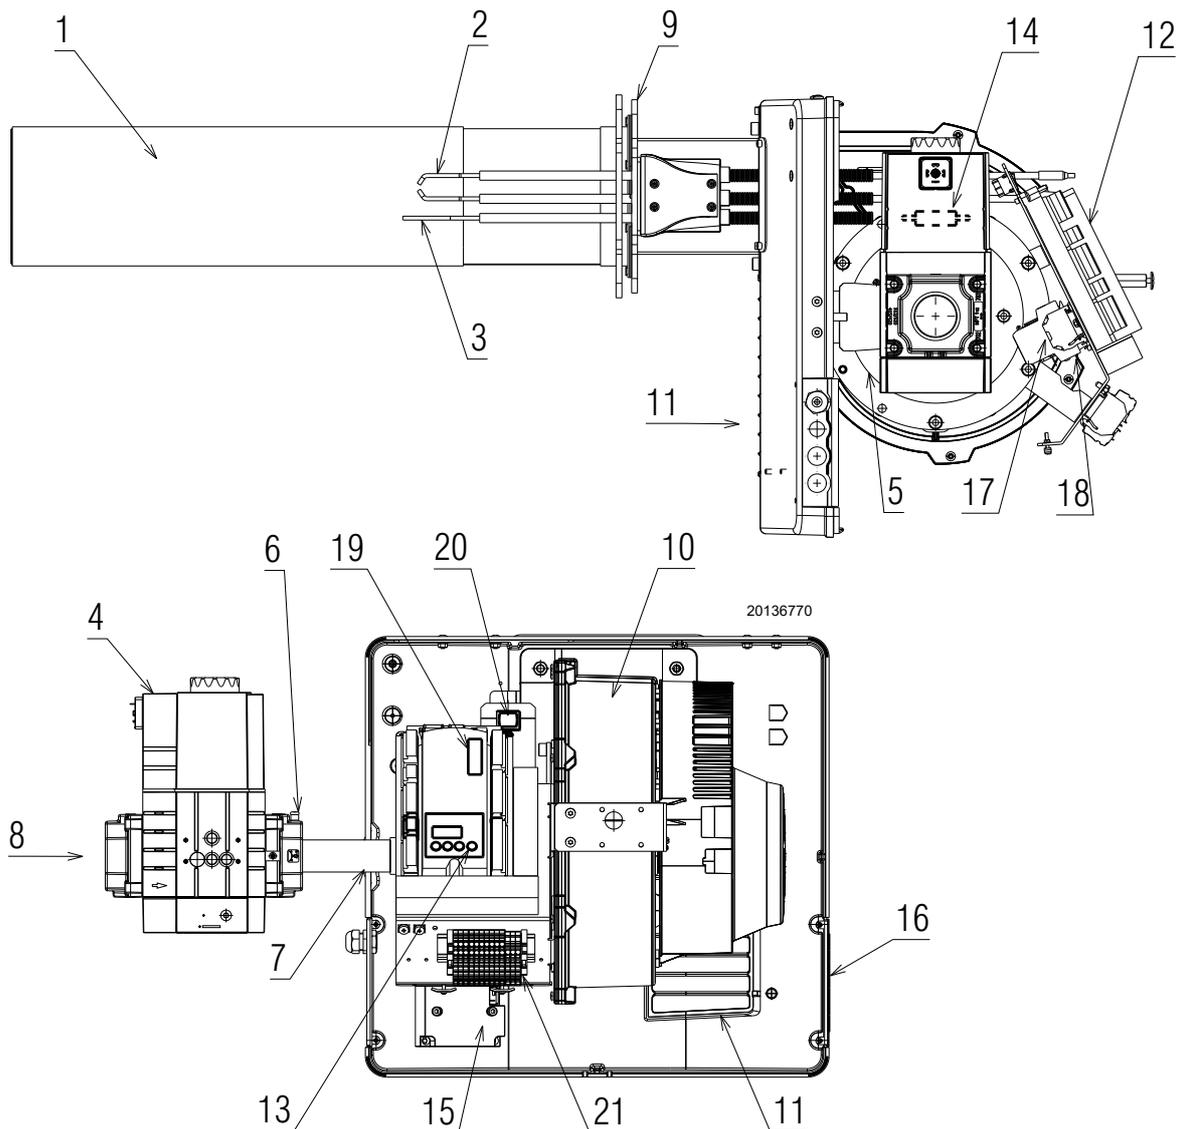

Fig. 3
- (1) Conditions de référence: Température ambiante 20° C - Température de gaz 15° C - Pression barométrique 1013 mbar - Altitude 0 m s.n.m.
(2) Pression de gaz d'entrée 8)(Fig. 3 à la page 11) avec pression zéro dans la chambre de combustion et à la puissance maximale du brûleur.
(3) Pression sonore mesurée dans le laboratoire de combustion du constructeur, avec le brûleur fonctionnant sur la chaudière d'essai, aux puissances maximale, moyenne et minimale de modulation. La puissance sonore est mesurée selon la méthode « Free Field », prévue par la norme EN 15036, et la classe de précision « Accuracy: Category 3 », comme décrit par la norme EN ISO 3746.
La signalisation de blocage est indiquée sur l'afficheur de la boîte de contrôle par l'indication « LOC » et le code d'erreur. Pour débloquer, appuyer sur le bouton 13)(Fig. 3).